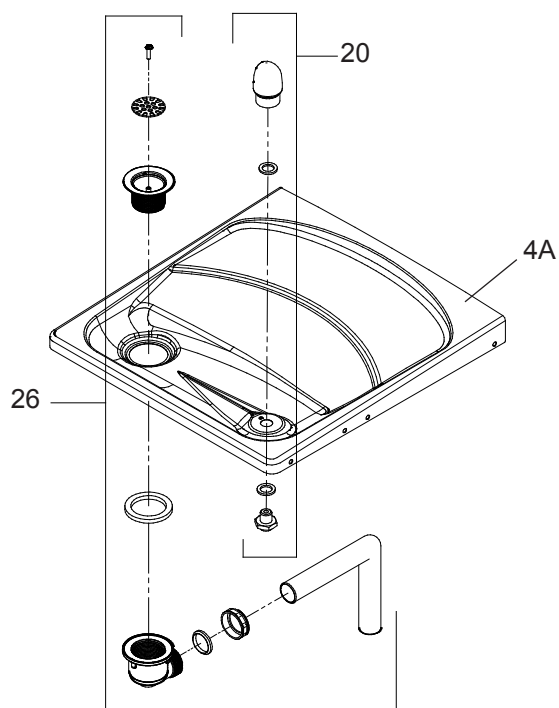

Fig. 5
- 8) Stream height is factory set at 45-50 PSI. If supply pressure varies greatly from this, readjust stream height to approximately 1-1/2" (38mm) above the bubbler guard by turning adjustment screw, accessible by removing front push panel, (see Fig. 5 & 7).
- 9) Replace the front panel and secure by retightening four (4) screws.
- 8) La altura del chorro se determina en la fábrica a 45-50 PSI. Si la presión del suministro varía demasiado de este valor, reajuste la altura del chorro a aproximadamente 1-1/2" por encima del protector del borboteador dando vuelta al tornillo de ajuste sacando el panel frontal de empuje, Artículos 7 (vea Fig. 5 y 7).
- 9) Vuelva a colocar el panel frontal y asegúrelo apretando nuevamente los cuatro (4) tornillos.
- 8) Le niveau d'écoulement est réglé en usine à 45-50 Lb/po². Si la pression varie beaucoup de ce point, ajustez le niveau à nouveau à environ 1-1/2" (38mm) au-dessus du protège-barboteur en tournant la vis de réglage du régulateur que l'on trouve en retirant le panneau, article 7 (voir fig. 5 et 7).
- 9) Remplacez le panneau avant et fixez-le en place en resserrant les quatre (4) vis.